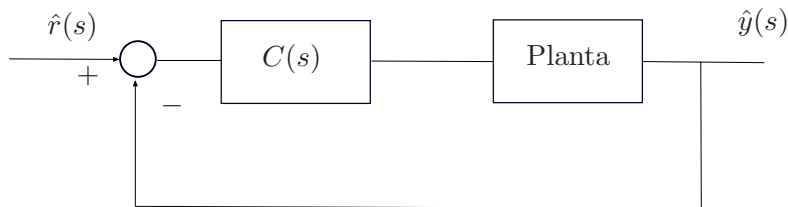

Figura 2: Estrutura de controle em malha fechada
- Considere os dados numéricos apresentados na Tabela 1. Utilizando a estrutura de controle em malha fechada da Figura 2 a seguir